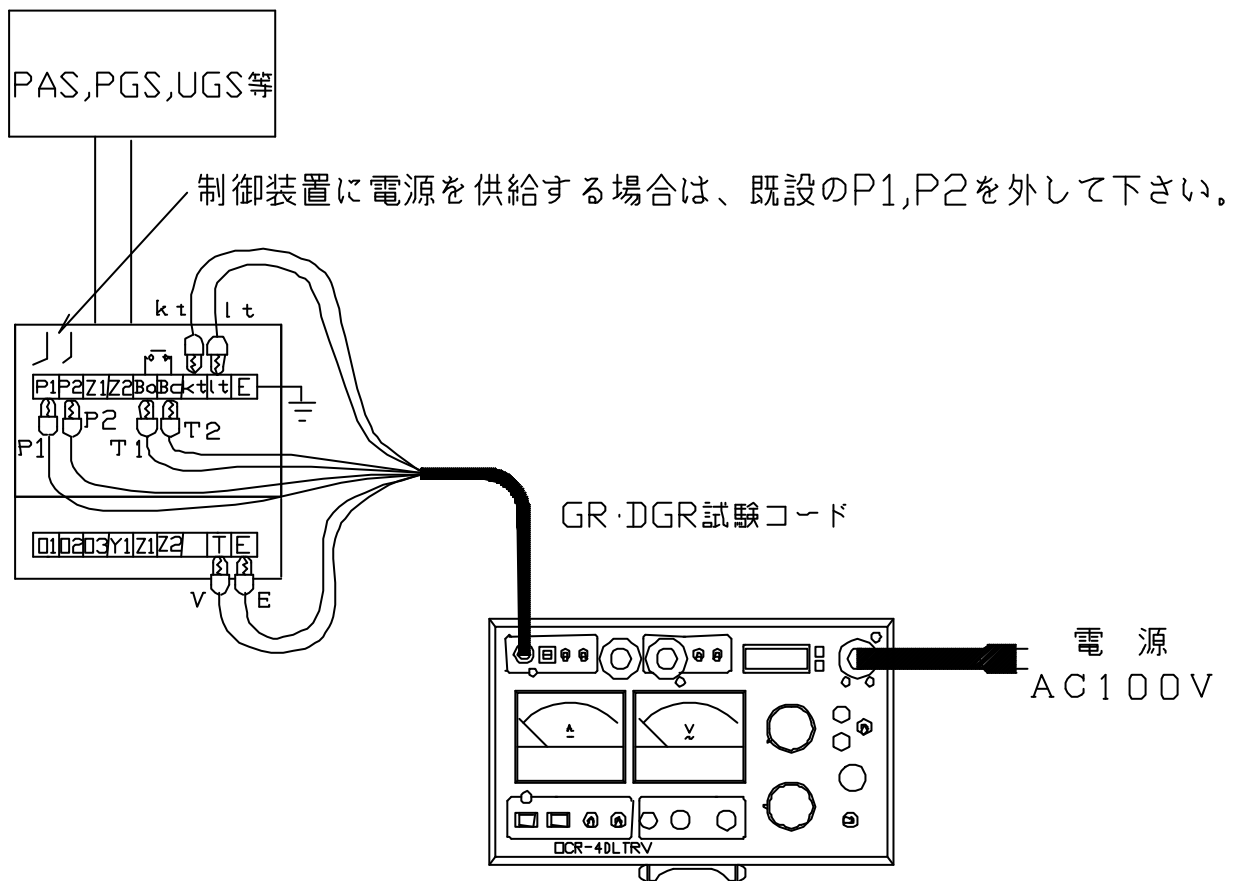

図14 : PAS,PGS等の単体試験(停電状態)
7. 以上のような点を注意し、試験回路を構成します。(図14)